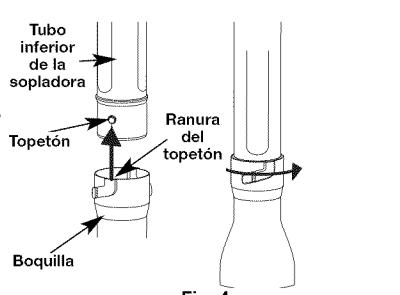

Fig. 4
- Inserte el tope del tubo inferior de la sopladora en la ranura de tope de la boquilla (Fig. 4).
- Mientras sujetá el tubo inferior del soplador, gire a la derecha el boquilla hasta que encaje en su lugar (Fig. 4).